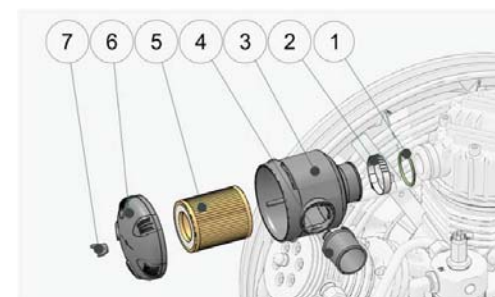

Рисунок 26 – Обслуживание воздушного фильтра.
- открутить гайку 7 и снять крышку воздушного фильтра 6 (рис. 26);